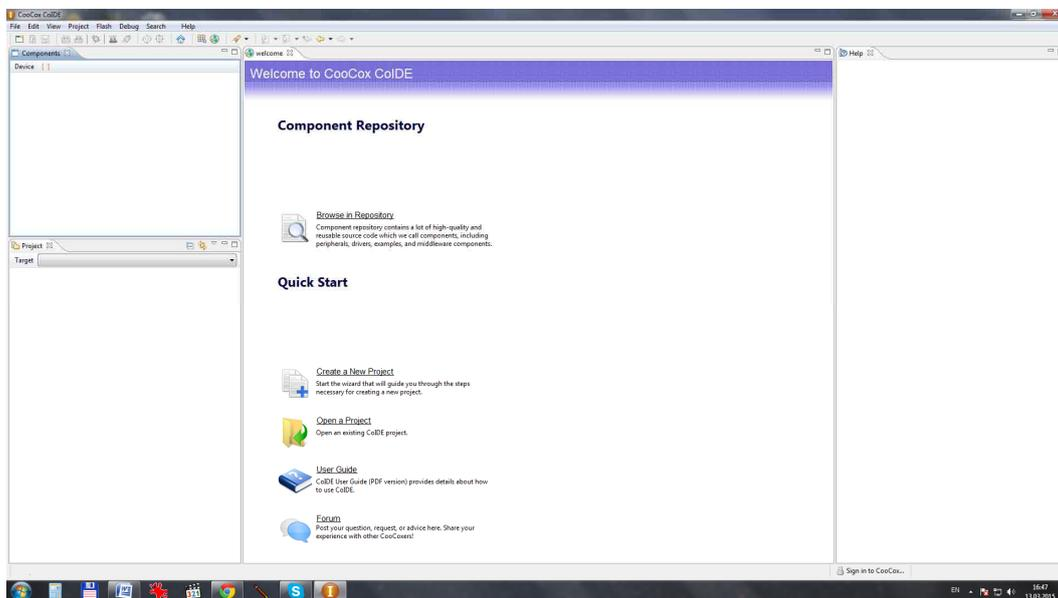

Рис. 3.16. Внешний вид стартового окна программы *CooCox CoIDE*
1. Запустить среду *CooCox CoIDE*. Внешний вид стартового окна программы представлен на рис. 3.16 [5].